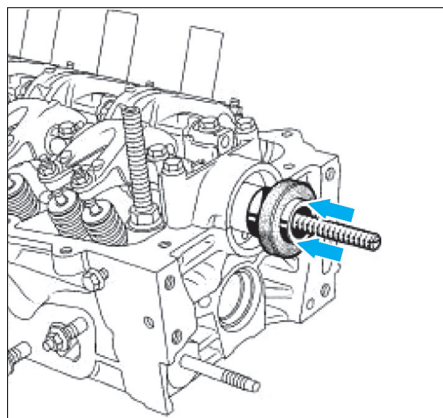

Fig. 50
- Mettre sur l'arbre à cames le protecteur équipé du joint d'étanchéité en prenant soin de ne pas toucher au joint (Fig.50).